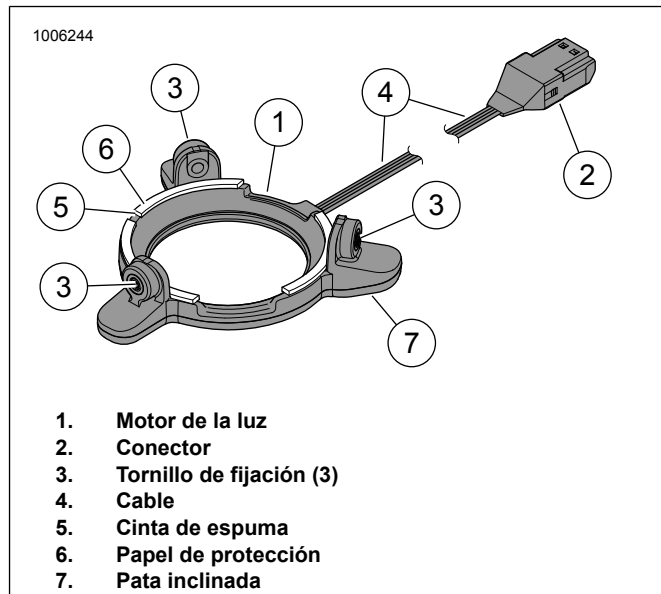

Figura 4. Luz LED, altavoz Stage II de la alforja
9. Consulte la Figura 4. Quite el papel de protección (6) de la cinta de espuma (5) en la parte posterior del motor de la luz (1).